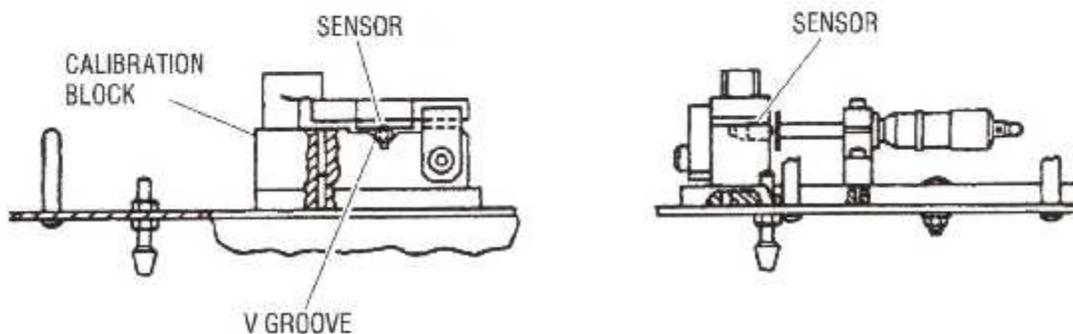

FIG. IV. 17. Calibration de l'amplifier/computer avec la sonde.
b. On calibre l'amplifier/computer avec la sonde comme suit:(fig. IV.17)